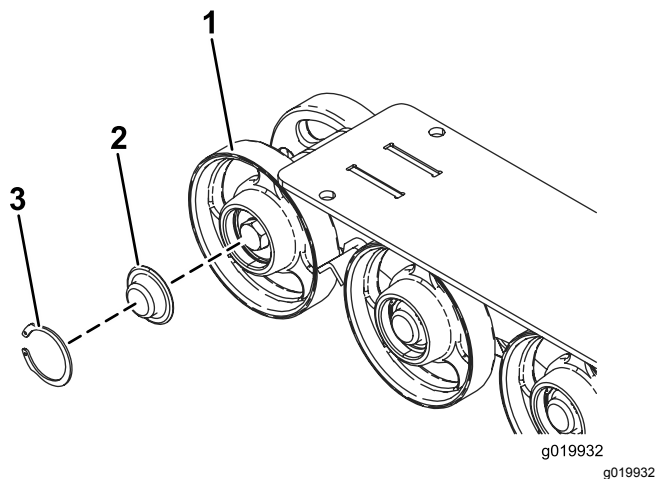

Figure 51
5. Déposez le circlip et le chapeau d'un galet de roulement (Figure 51).
6. Vérifiez la graisse sous le chapeau et autour du joint (Figure 51). Si elle est encrassée, granuleuse ou en quantité insuffisante, enlevez toute la graisse, remplacez le joint et ajoutez de la graisse neuve.
8. Placez le chapeau de galet de roulement sur la tête du boulon (Figure 51).
9. Fixez le chapeau avec le circlip (Figure 51).